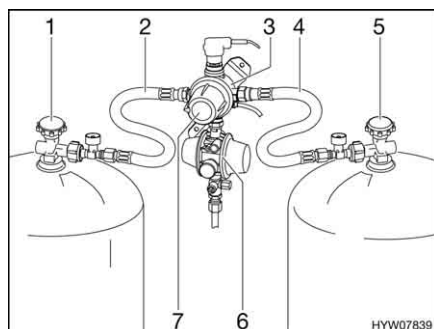
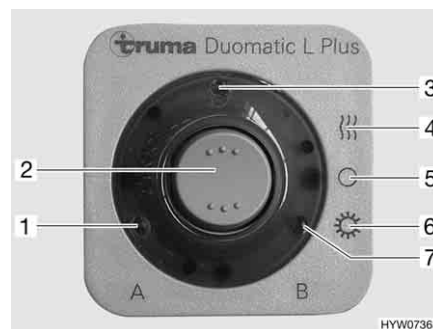

Fig. 88 Impianto di commutazione DuoComfort
Fig. 89 Centralina di controllo
L'impianto di commutazione DuoComfort è costituito da una valvola di commutazione (Fig. 88,3) e da una centralina di controllo (Fig. 89). Il regolatore centrale è montato tra il regolatore di pressione del gas (Fig. 88,6) e i tubi del gas (Fig. 88,2 e 4). Con la manopola (Fig. 88,7) sulla valvola di commutazione è possibile stabilire, quale delle bombole del gas viene utilizzata come bombola in uso e quale bombola del gas viene utilizzata come bombola di riserva.
Sulla centralina di controllo (Fig. 89) possono venire azionate solo le funzioni elettriche. Le valvole principali di arresto delle bombole del gas (Fig. 88,1 e 5) devono essere aperti manualmente.
- Aprire le valvole principali di arresto delle bombole del gas (Fig. 88,1 e 5).
- Con la manopola (Fig. 88,7) sul regolatore (Fig. 88,3) selezionare la bombola del gas, da cui proviene la principale alimentazione del gas (bombola in uso).
- Sulla centralina di controllo (Fig. 89) attivare l'impianto di commutazione DuoComfort.
Posizionare l'interruttore a bilico (Fig. 89,2) su funzionamento invernale "On e riscaldamento" (Fig. 89,4) oppure su funzionamento estivo "On" (Fig. 89,6). La valvola di commutazione è ora disareata. L'indicazione di funzionamento (Fig. 89,3) si accende.
- Portare l'interruttore a bilico (Fig. 89,2) in posizione "O" (Fig. 89,5). L'indicazione di funzionamento (Fig. 89,3) si spegne.
- Chiudere le valvole principali di arresto delle bombole del gas (Fig. 88,1 e 5).
Le spie di controllo sulla centralina di controllo (Fig. 89,1 e 7) segnalano all'interno del veicolo, se le bombole del gas sono pronte al funzionamento.